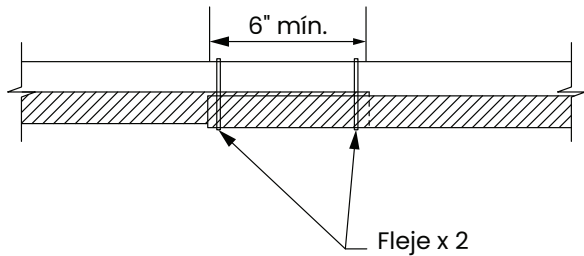

Figura 6-8: Flejado en casos de solapamiento
El Soporte de tubería PEX-a de Uponor se fija a la base de la tubería PEX usando los tres (3) flejes incluidos. Los flejes son de nilón y proporcionan una clasificación de tensión de 120 libras. Si se pierden los flejes, utilice flejes de igual o mayor fuerza en su lugar. Los flejes deben colocarse un máximo de cada 3 pies (0.9 m). Consulte la **Figura 6-8** para el uso de flejes donde hay solapamiento.